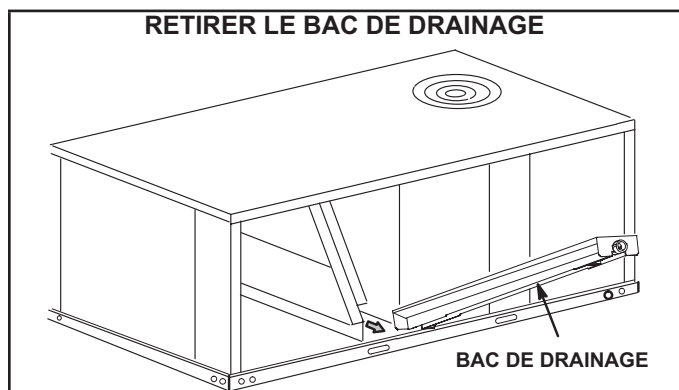

FIGURE 10
- 2 - Soulever le bord avant du bac de drainage et faire glisser le bac hors de l'appareil. Voir FIGURE 10.